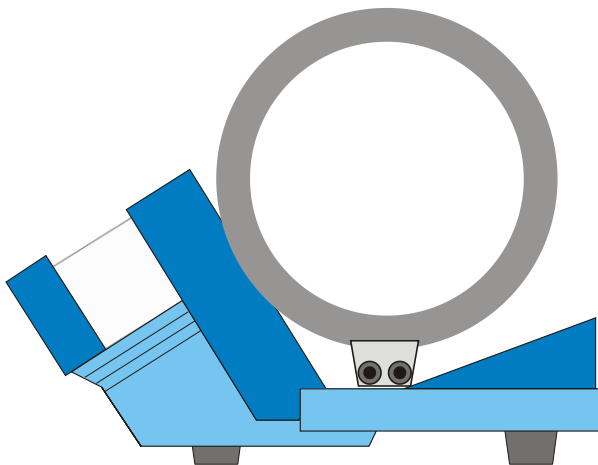

Fig. 1 Aufbau der Spulen für transversales Feld
- Bei Helmholtz-Geometrie $d = r$ fluchten die äußeren Kanten des Spulenfußes mit den gestrichelten Linien (siehe Fig. 1).